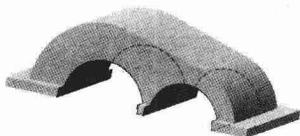
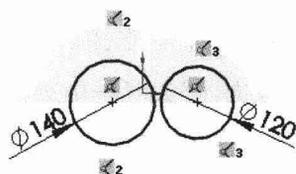

图 1.6 切除-拉伸 1
图 1.7 横断面草图
Step4. 创建图 1.6 所示的零件特征——切除-拉伸 1。
(1) 选择下拉菜单 **插入(I)** → **切除(C)** → **拉伸(E)...** 命令。
(2) 定义特征的横断面草图。选取上视基准面作为草图基准面，绘制图 1.7 所示的横断面草图。